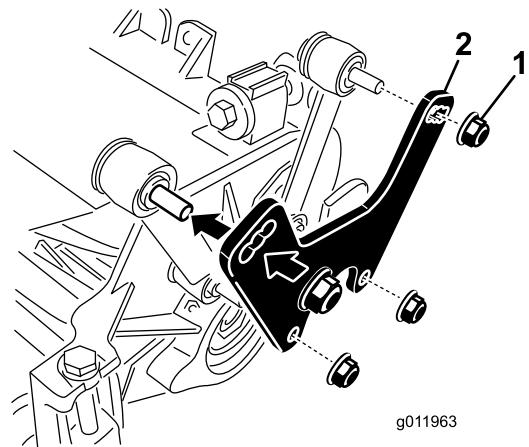

Figure 10
- Retirez les écrous et rondelles qui fixent les biellettes de relevage à la plaque latérale du plateau de coupe et au châssis porteur (Figure 10).